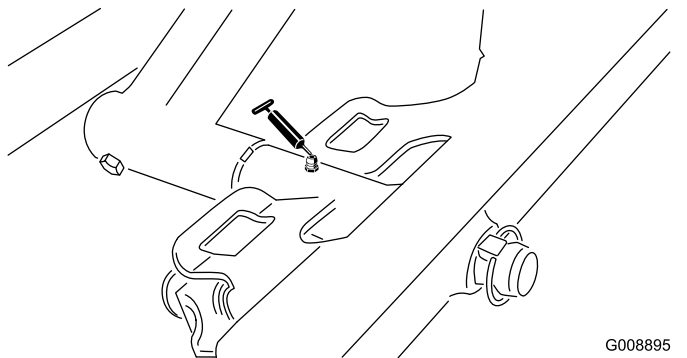

Figure 29
- Pivot de tablier de coupe avant (Figure 29)